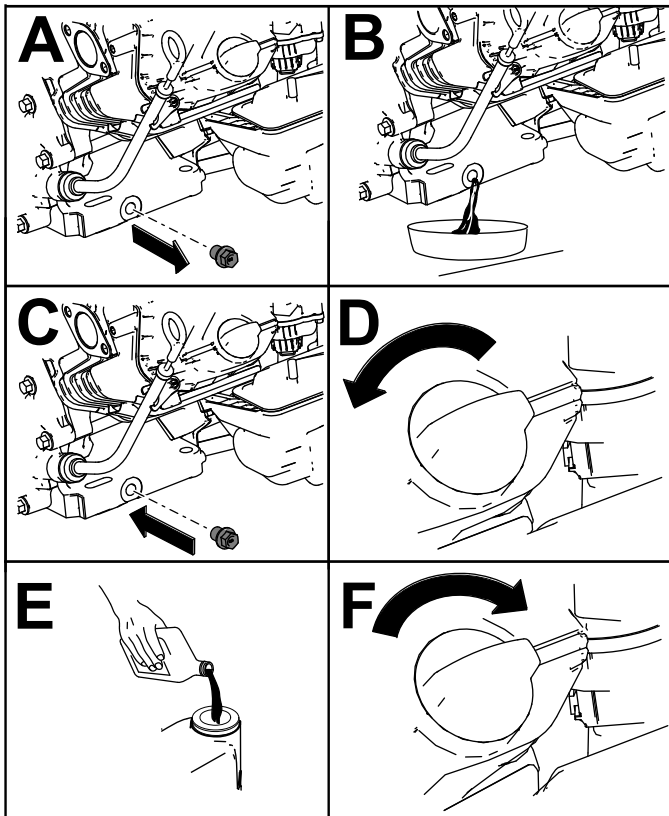

Figura 44
5. Cambie el aceite del motor como se muestra en Figura 44.